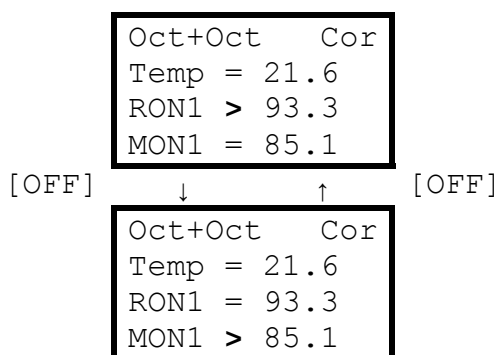

Рис. 4. Выбор параметра для коррекции
3.6.3. С помощью кнопки [OFF] выбрать параметр, подлежащий коррекции (RON или MON для бензинов, Cet или TFr для дизельных топлив. При этом знак «=» напротив соответствующего параметра меняется на один из знаков коррекции «>», «<», «+», «—» или «Z». Пример показаний индикатора при выполнении этих операций представлен на рис. 4, в данном случае для коррекции выбран четвертый режим октанометра.